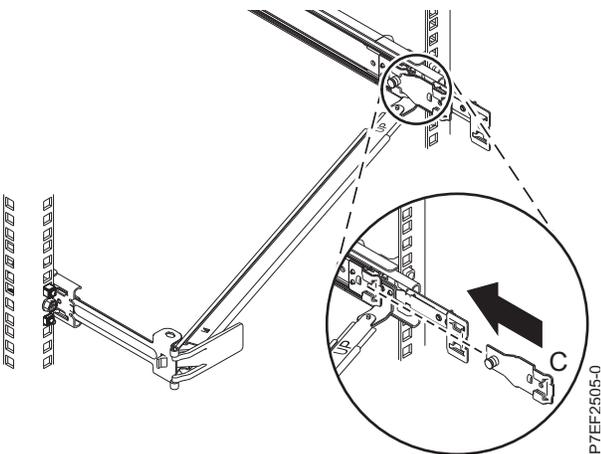

Figura 14. Instalando o suporte de montagem no trilho deslizante
6. Conecte o suporte interruptor de organização de cabos (**B**) ao slot na parte interna do trilho esquerdo deslizando o suporte interruptor (**B**) para o trilho deslizante até que o pino com molas se encaixe no lugar. Para obter detalhes, consulte Figura 14.